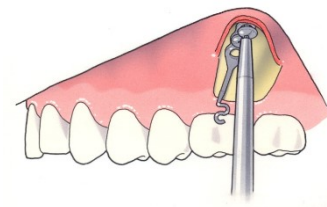

Fig. 3
De verankeringsplaat mag worden voorgebogen voor een optimaal contact tussen de verankeringsplaat en het corticaal bot. Het aanbuigen dient te gebeuren tussen het bovenste en onderste schroefgatje. De eerste zelfborende schroef (Surgi-Tec adviseert 5 mm lengte, \varnothing 2.0mm, ref. 70-505S) in het middelste schroefgatje aanbrengen maar nog niet helemaal aanspannen zodat het anker nog wat kan worden geroteerd. Vervolgens de tweede zelfborende schroef in het bovenste schroefgat aanbrengen (Surgi-Tec adviseert 5 mm lengte, \varnothing 2.0mm, ref. 70-505S). Ten slotte de derde zelfborende schroef aanbrengen in het bovenste schroefgat (Surgi-Tec adviseert 5 mm lengte, \varnothing 2.0mm, ref. 70-505S) (fig. 3).